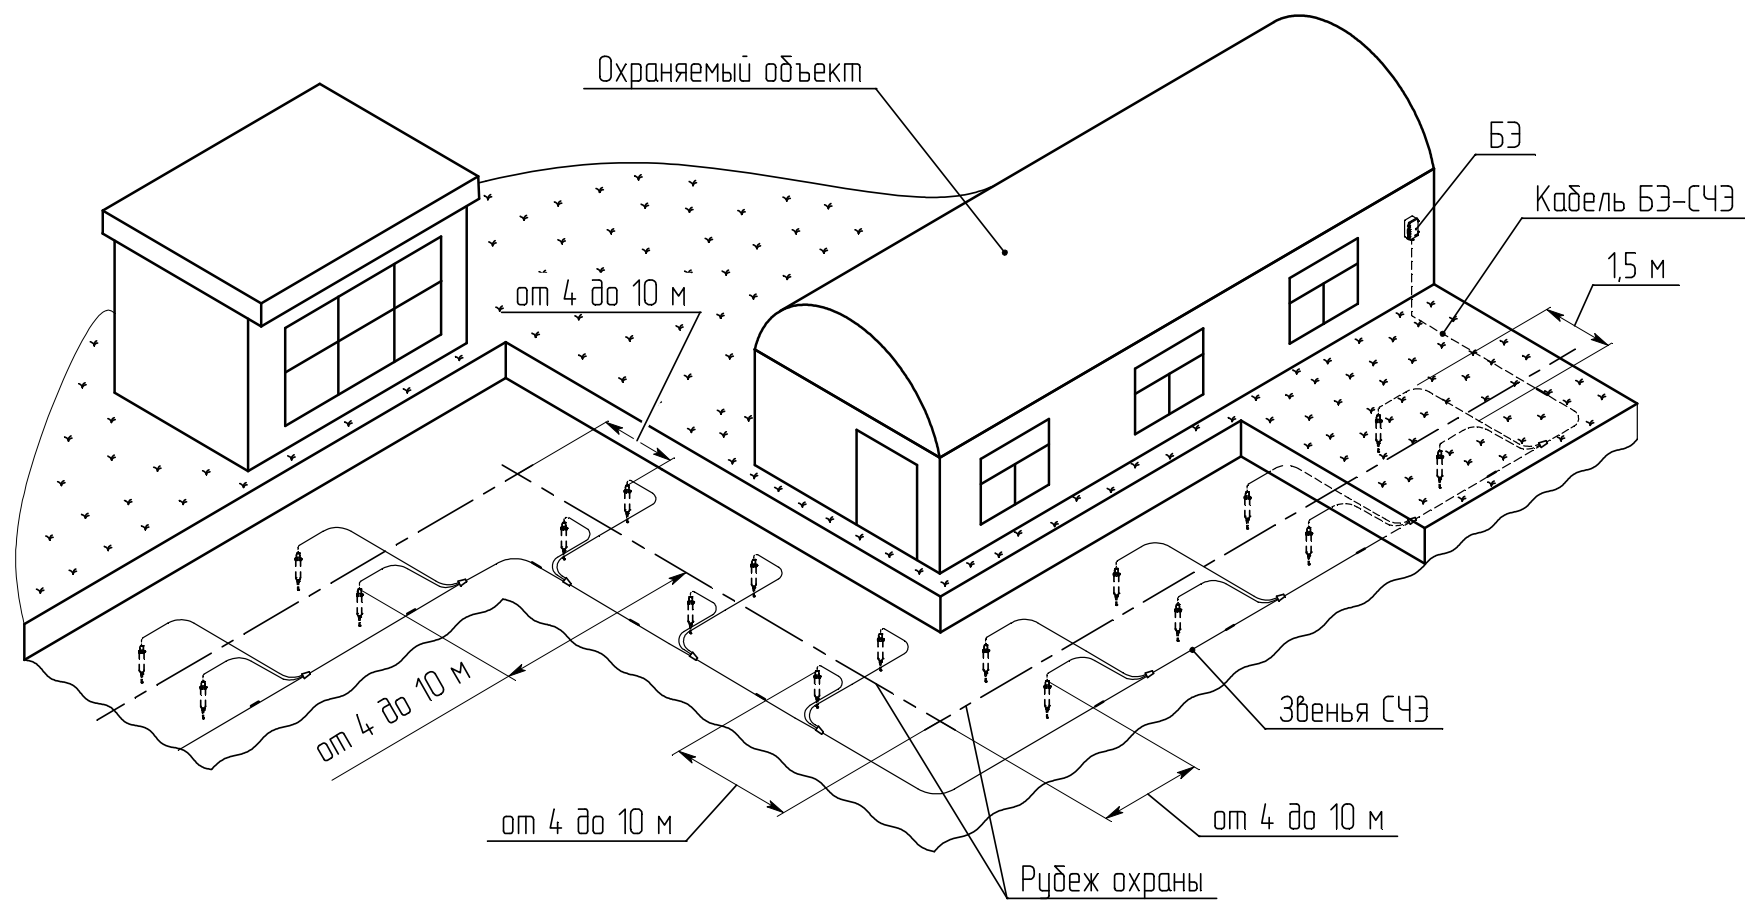

Рисунок 1.6 – Вариант установки звена СЧЭ для охраны протяженного рубежа (тип «РУБЕЖ»)
1.3.6 При установке звеньев СЧЭ на протяженном рубеже (тип «РУБЕЖ») сейсмоприемники соседних звеньев располагать на равноудаленном расстоянии от поворота рубежа охраны (рисунок 1.6).